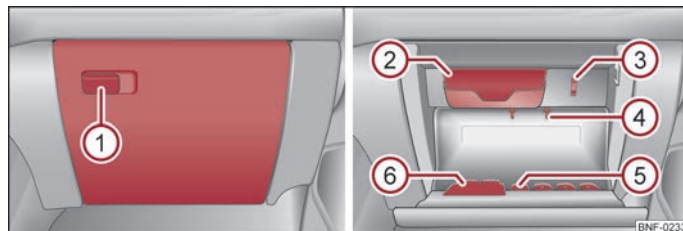

Bild 47 Instrumentbräda: Förvaringsfack på passagerarsidan
- Dra i öppningsspaken för att öppna ① ⇒ bild 47.